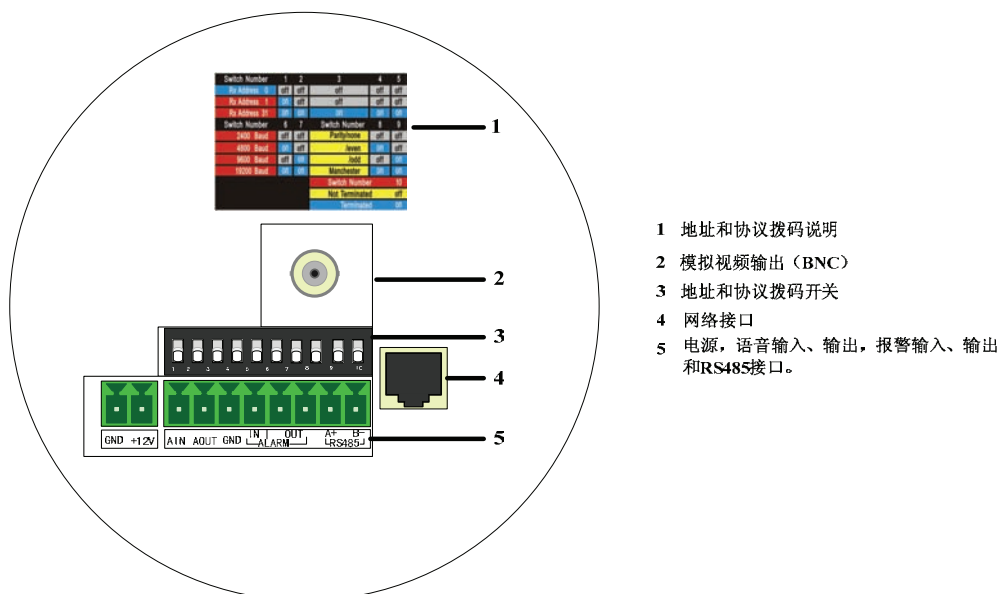

图 2-2-11 球机底盘示意图
3、设置球机地址和波特率等参数。在底板上有一个拨码开关，如图 2-2-11“球机底盘示意图”中的 3 所示，用来设置球机的地址码、波特率等参数，具体设置方法见 2.4 节“开关设置”。
4、接电源线、语音输入、输出线、报警输入、输出线、RS485 控制线、视频线和网线，如图 2-2-11 “球机底盘示意图”所示。图中所示部分 5 从左到右分别为：直流 12V 插座，语音输入、输出插座，报警输入、输出插座及 RS485 控制线插座。